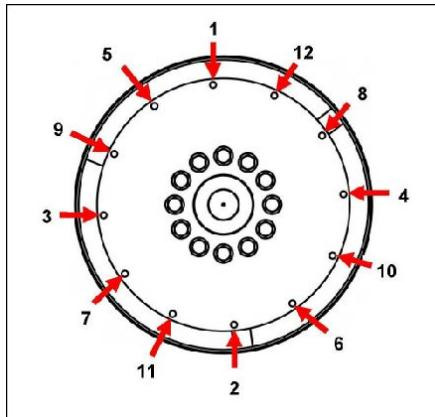

図 18. 固定手順
10. アライメント ダウエルを取り外します。肉厚ワッシャーをヘッドの下で使用して、カップリング ポルトを取り付けます。表示の順番で、ボルトを締め付けて、カップリング ディスクをフライホイールに固定します 図 18 ページ 32。